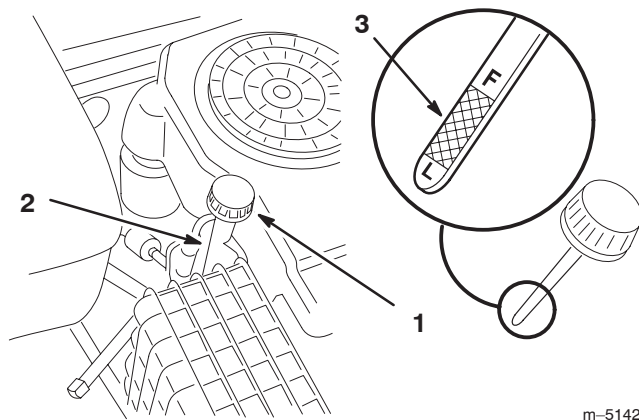

Figure 16
2. Nettoyez la surface autour de la jauge d'huile (Fig. 16) pour éviter que des impuretés ne s'introduisent dans le goulot de remplissage, ce qui risquerait d'endommager le moteur.
3. Dévissez la jauge d'huile et essuyez soigneusement l'extrémité métallique (Fig. 16).
4. Remettez la jauge complètement dans le tube de remplissage sans la visser (Fig. 16). Sortez de nouveau la jauge et examinez l'extrémité métallique. Si le niveau est bas, versez lentement juste assez d'huile dans le goulot de remplissage pour amener le niveau au repère du plein ("F"), sans le dépasser.
8. Versez lentement environ 80% de la quantité d'huile spécifiée à la page 22 dans le goulot de remplissage (Fig. 16).
10. Versez avec précaution suffisamment d'huile pour que le niveau atteigne le repère maximum (F) sur la jauge.